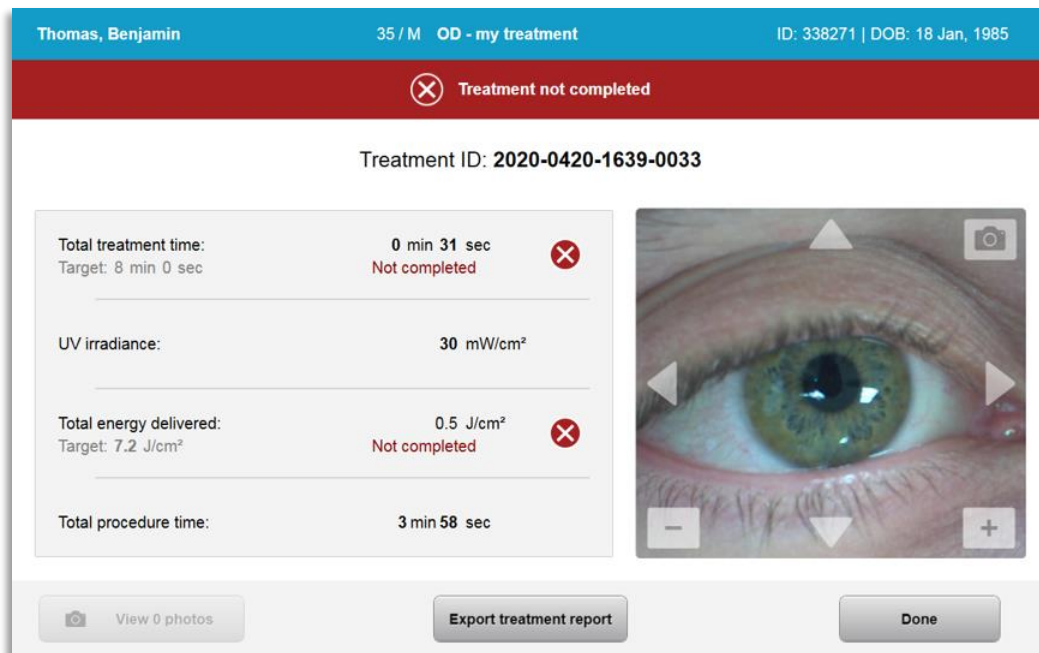

Figure 3-30. Traitement partiel Non terminé
- Les informations sur le traitement partiel seront affichées comme illustré à la figure 3-30.